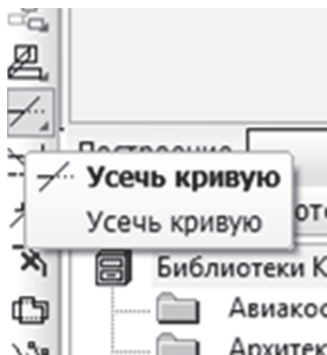
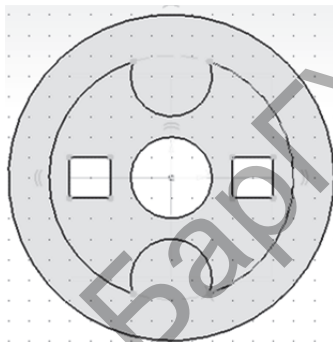

Рисунок 5.13
Рисунок 5.14
11. В режиме редактирования на инструментальной панели выберите команду «Усечь прямую» (рис. 5.13), с помощью которой удалите четыре дуги. Завершите эскиз щелчком на кнопке «Эскиз» (рис. 5.14).